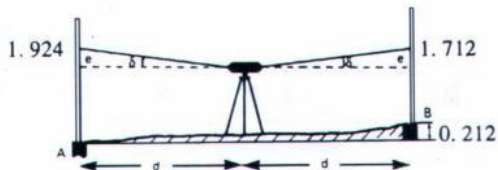

图 13
5.2.1 A 和 B 点相距 30 到 50 米，在中央安置仪器并读取 a_1 和 b_1 （如图 13）。